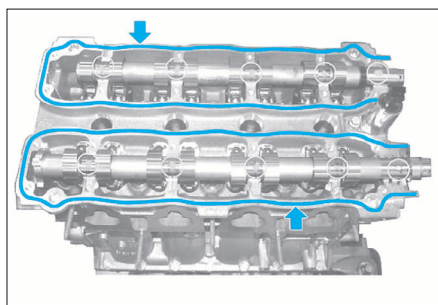

FIG. 41
- Déposer un cordon de pâte à joint d'un Ø maxi de 2,5 mm sur le pourtour des carters de paliers d'arbre à cames (Fig.41).